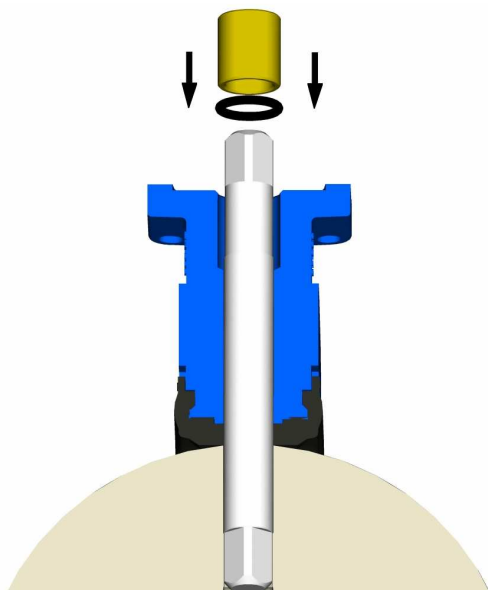

FIG.4
4.- Introducimos la junta tórica y el cojinete, en este orden y lo golpeamos levemente con un mazo de nylon (Fig.4).
5.- Introducir el eje superior, el casquillo superior y la junta tórica, hasta hacer tope con el cuadradillo de la mariposa (Fig.4 Izquierda).
5.- Introducir el eje superior hasta hacer tope en el cuadradillo de la mariposa (Fig.4 Izquierda).